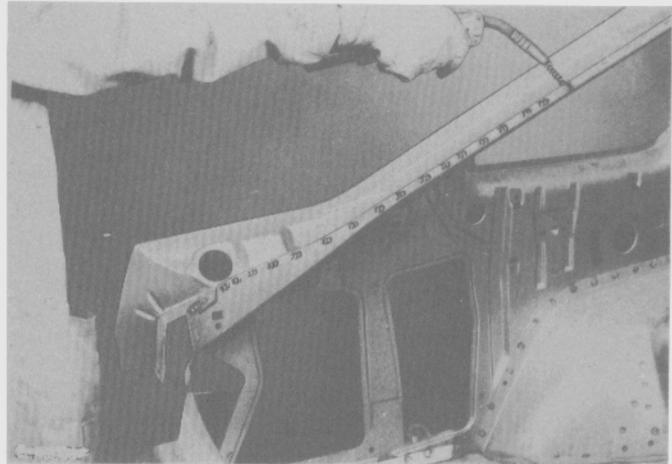

Fig. 255
- Soldar la costura del nuevo gotero (Fig. 255).
- Soldar, por pudelado, el nuevo gotero en su unión con el lateral interior (Fig. 255).